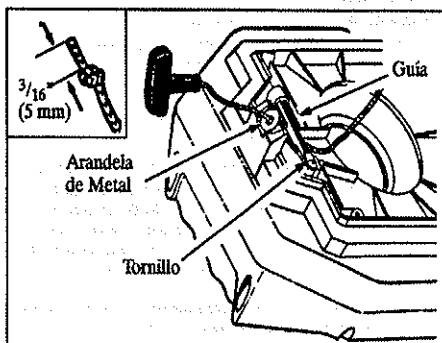

Figura 17
- Introduzca una punta de la soga por la manija y fijela con un nudo. Deje un rabo de 5 mm ($3/16$ ") detrás del nudo. Figura 17 (inserción)
- Pase la otra punta de la soga por la arandela de metal y luego por abajo de la Guía. Figura 17.